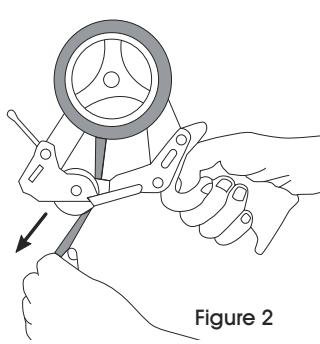

Figure 2
- Déroulez 13 à 15 cm (5 à 6 po) de ruban adhésif (côté adhésif vers le bas) et enfilez-le entre le rouleau de lissage et la porte de chargement en plastique. (Voir Figure 2)